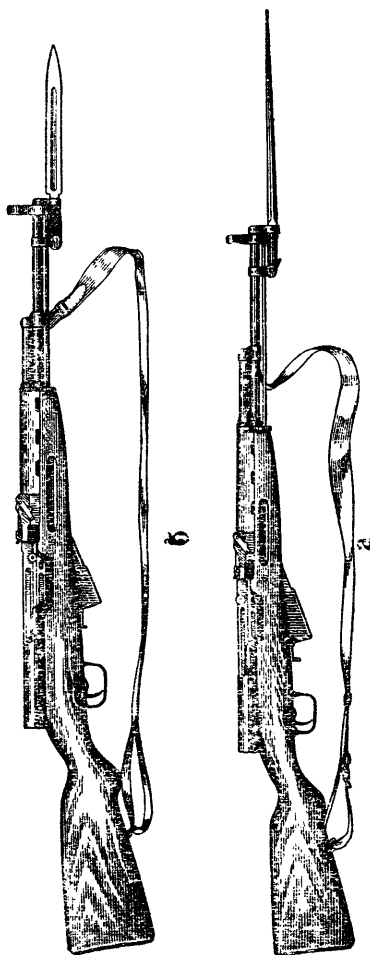

Рис. 1. Общий вид самозарядного карабина Симонова:
1. 7,62-мм самозарядный карабин Симонова СКС (рис. 1) является мощным оружием стрелка Советской Армии. Карабин предназначен для уничтожения живой силы противника огнем, штыком и прикладом. Стрельба из него ведется одиночными выстрелами патронами обр. 1943 г.